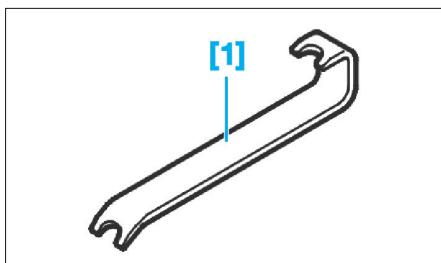

FIG. 2
- [1]. Levier de désaccouplement (réf : 999 7077) (Fig.2).
- [1]. Levier de désaccouplement sur la boîte de vitesses (réf : 999 7077) (Fig.2).